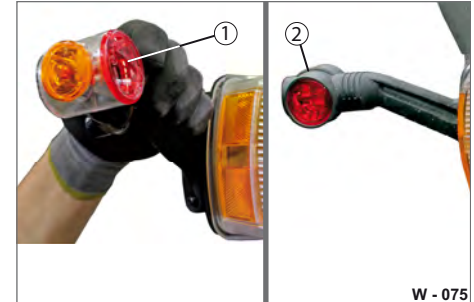

Abb. 73 Gummiarm aufstülpen
- ▶ Schrauben Sie den Leuchtkörper (Abb. 73/1) mit der Verschraubung (Abb. 71/3) auf. Achten Sie, dass die Dichtung richtig sitzt.
- ▶ Stülpen Sie den Gummiarm (Abb. 73/2) über den Leuchtkörper.